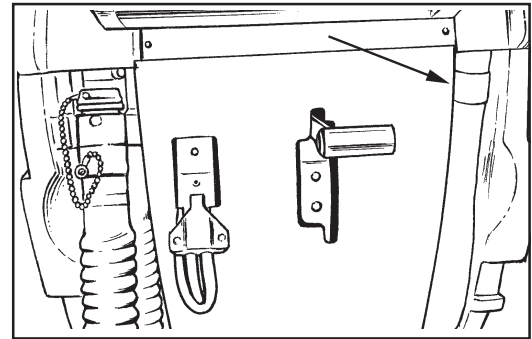
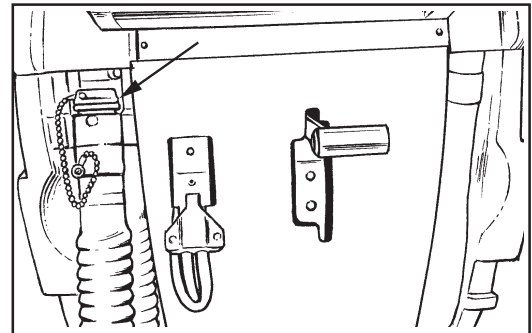

Figure 25
Figure 26
1. Vidangez le réservoir de solution (figure 25) et le réservoir de récupération (figure 26). Pour vidanger les réservoirs, procédez comme suit :